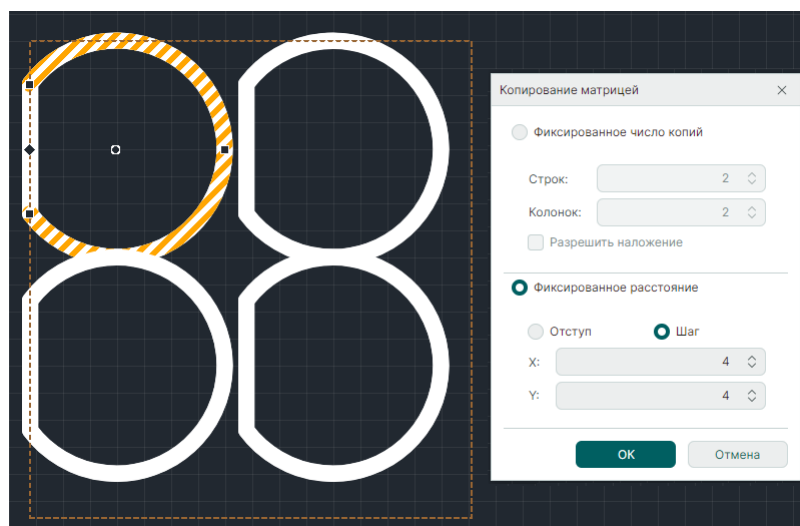

Рис. 356 Фиксированное расстояние. Размещение
- «Фиксированное расстояние», см. Рис. 356.